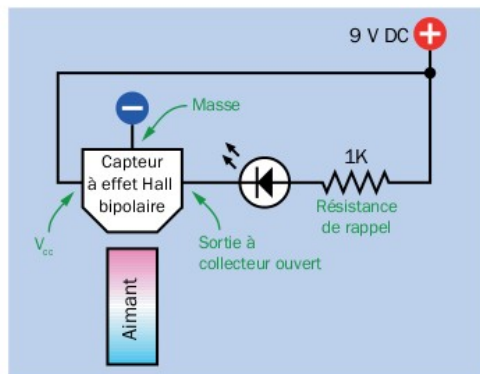

Figure 30-3. Schéma très simple permettant de vérifier le fonctionnement d'un capteur à effet Hall.
Assemblez le circuit de la fig. 30-3. Remarquez que le capteur a une sortie à collecteur ouvert, comme un phototransistor, un microphone électret ou un comparateur, que vous avez rencontrés précédemment. Si vous avez besoin de vous remémorer le fonctionnement, consultez la section « La sortie » de l'expérience 6, page 41.
- Lorsqu'une résistance de rappel est placée entre la sortie à collecteur ouvert du capteur et le pôle positif de l'alimentation, comme sur la fig. 30-3, la sortie sera basse quand le capteur est activé et haute quand il est désactivé.